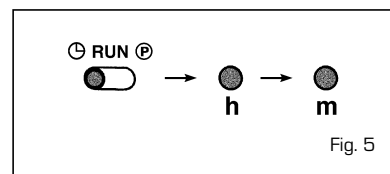

Fig. 5
- Impostazione dell'ora (fig. 5)